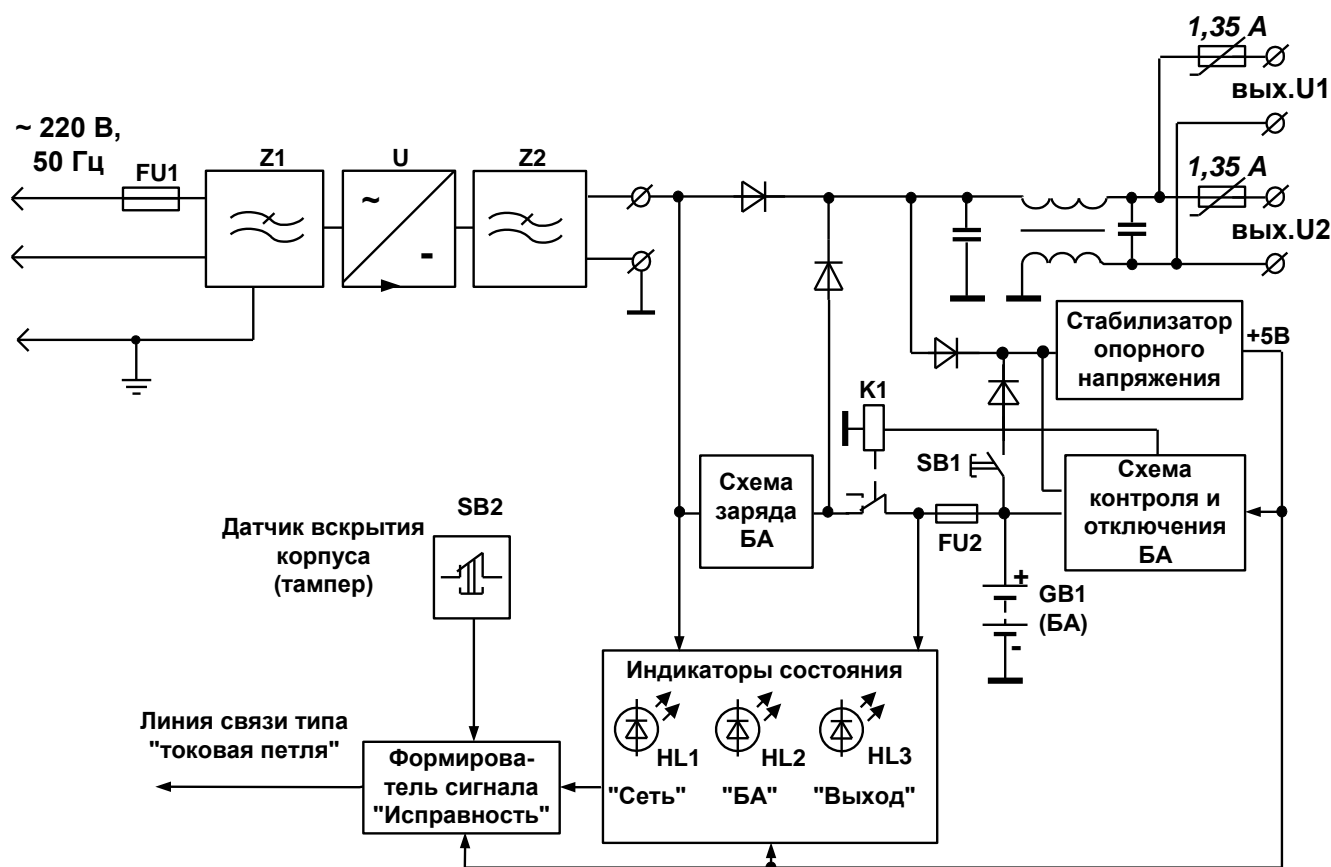

Рис. 1 Электрическая функциональная схема ИБП 12А / ИБП-24А
4.2 Электрическая функциональная схема ИБП представлена на Рис. 1. В ее состав входят следующие узлы и блоки: